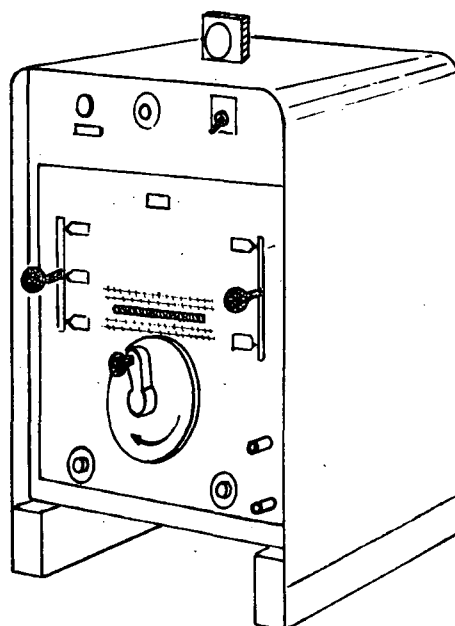

Fig. 2
- 1) Equipamento elétrico de soldar que pode ser um retificador e opera com corrente alternada ou corrente contínua (fig. 2).